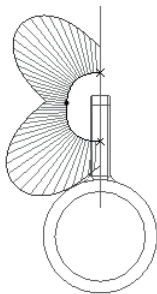

图 8.9.17 曲率图
(6) 对照曲线的曲率图,进一步编辑 ISDX 曲线 3。
① 在图形区右击,从弹出的快捷菜单中选择**活动平面方向**命令。
② 在**样式**功能选项卡中的**分析**区域中单击“曲率”按钮**曲率**,然后选取图 8.9.17 中的 ISDX 曲线 3;对照图 8.9.17 所示的曲率图(注意:此时在**比例**文本框中输入数值 5.00),对曲线上的中间点进行拖拉编辑。
(7) 完成编辑后,单击操控板中的**确定**按钮。